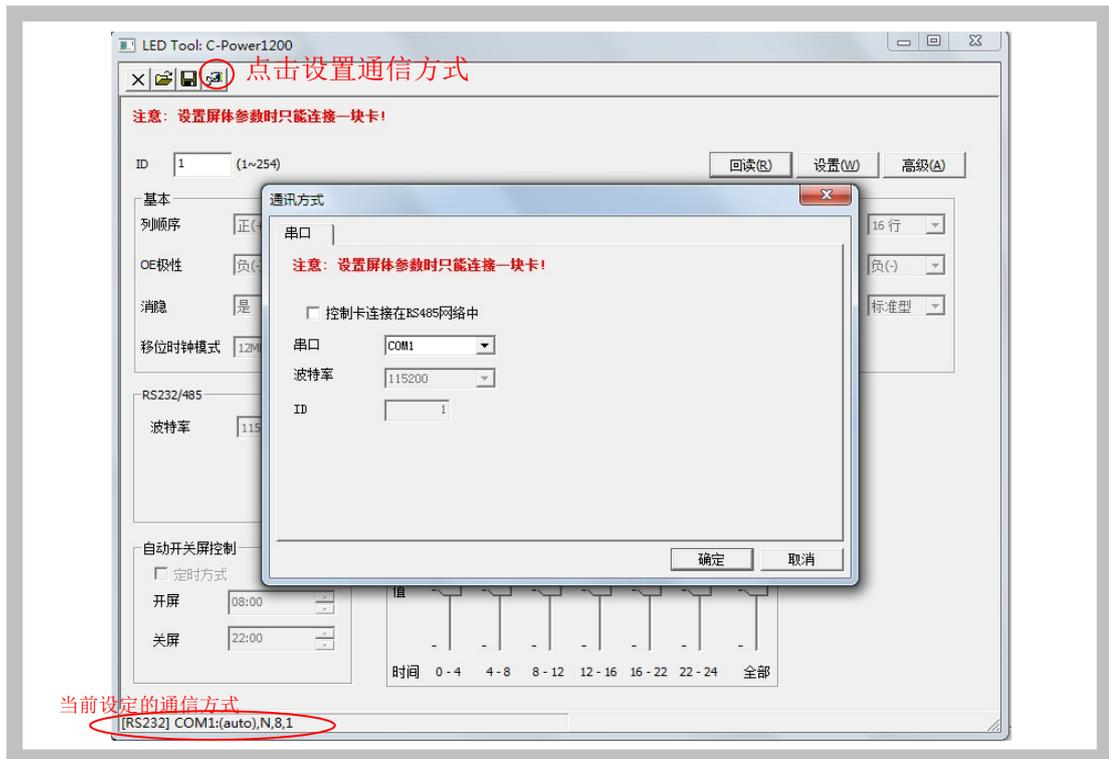

图3 LedTool通信方式选择串口
- 如果使用**串口**与控制器连接，则在弹出的“通信方式”对话框的“串口”页面选择**计算机的COM口**（如图3所示），LedTool将自动调整波特率与控制卡连接。